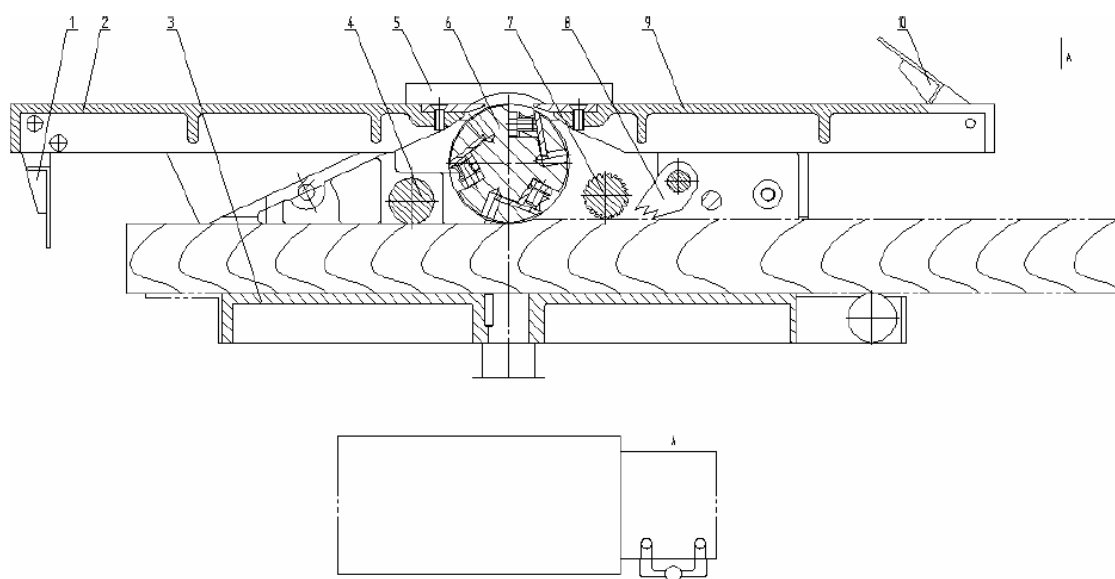

Рис. 11 Схема для пресс-строгания
7.3 Пресс-строгание (Рис. 11)
- Оператор должен стоять, как показано на Рис. 11.